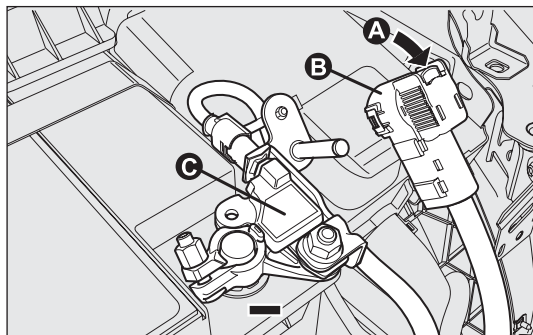

рис. 114
- нажать кнопку А-рис. 114, чтобы отсоединить проводник В от датчика С проверки состояния аккумулятора (находится на отрицательном полюсе самого аккумулятора).